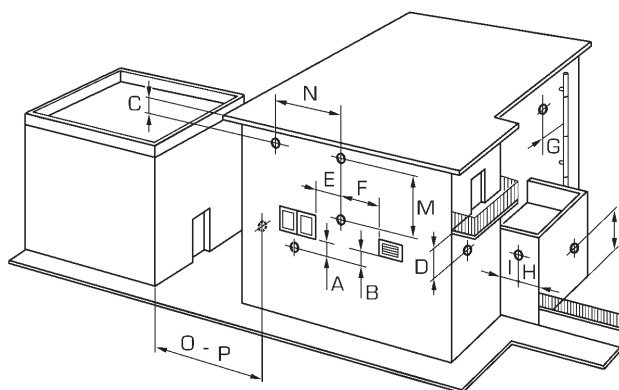

Fig. 11
2.10 POSICIÓN DE LOS TERMINALES DE EVACUACIÓN (fig. 11)
representan indicaciones no vinculantes, con referencia a un edificio como el de la fig. 11.